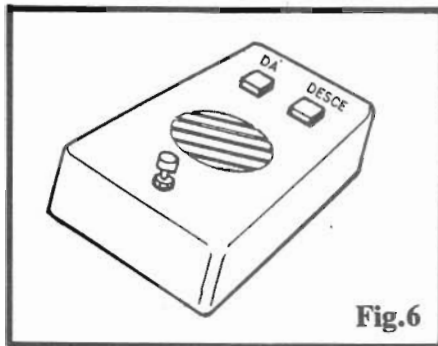

Fig.6
- **FIG. 6 - SUGESTÃO PARA CAIXA/ACABAMENTO** - São, certamente, muitas as possibilidades de finalização do ODODE, porém a mais simples costuma ser a melhor (esse axioma também é válido em questões puramente estéticas...). Assim, a distribuição dos LEDs, furos de saída de som da cápsula piezo, **push-button**, etc., no painel principal do **container**, poderá obedecer a sugestão da figura. São muitas as caixas plásticas padronizadas, ofertadas no varejo especializado, e que se prestarão ao acondicionamento do circuito do ODODE, com bons resultados visuais... Marcações feitas com caracteres transferíveis ("Letraset" ou similar...) darão um aspecto mais profissional e sofisticado ao conjunto (aquela brincadeira dos rótulos "DÁ" e "DESCE", visto junto aos LEDs na figura, obviamente que não é obrigatória, podendo ser substituída por qualquer outro conjunto dual de marcações...).